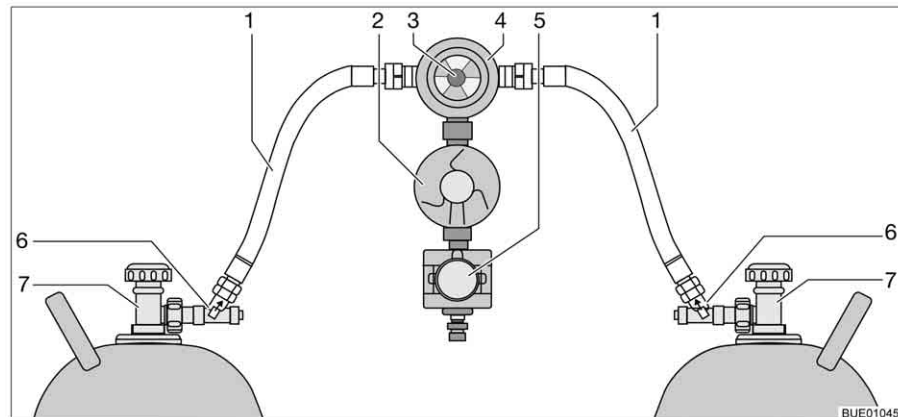

Fig. 128 Dispositif de commutation Crash Protection Unit
La Crash Protection Unit se compose de deux limiteurs de débit à verrouillage manuel (Fig. 128,6), d'une valve de commutation (Fig. 128,4) avec régulateur de pression (Fig. 128,2), d'une électrovanne (Fig. 128,5) et d'une unité de commande à DEL de trois couleurs. La valve de commutation est montée entre les deux lyres (Fig. 128,1).
Un bouton rotatif (Fig. 128,3), situé sur la valve de commutation, permet de définir laquelle des bouteilles de gaz est celle de service et laquelle est celle de réserve.
Seules les fonctions électriques peuvent être activées sur l'unité de commande (Fig. 129). Les robinets principaux des bouteilles de gaz (Fig. 128,7) et les dispositifs de déverrouillage (Fig. 128,6) doivent être ouverts manuellement.
- Ouvrir les robinets principaux des bouteilles de gaz (Fig. 128,7).
- Appuyer sur les dispositifs de déverrouillage (Fig. 128,6) l'un après l'autre pendant 10 secondes.
- Choisir la bouteille de gaz avec le bouton rotatif (Fig. 128,3) de la valve de commutation (Fig. 128,4) à partir de laquelle le gaz sera utilisé principalement (bouteille de service).
- Fermer les robinets principaux des bouteilles de gaz (Fig. 128,7).